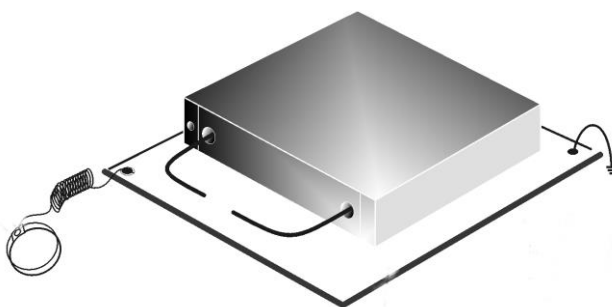

Рисунок 6 – Защита от статического электричества
2.3.1.5 На рабочем месте должны быть приняты меры по обеспечению защиты от воздействия статического электричества (рис. 6). Для предотвращения повреждения необходимо соблюдать следующее: